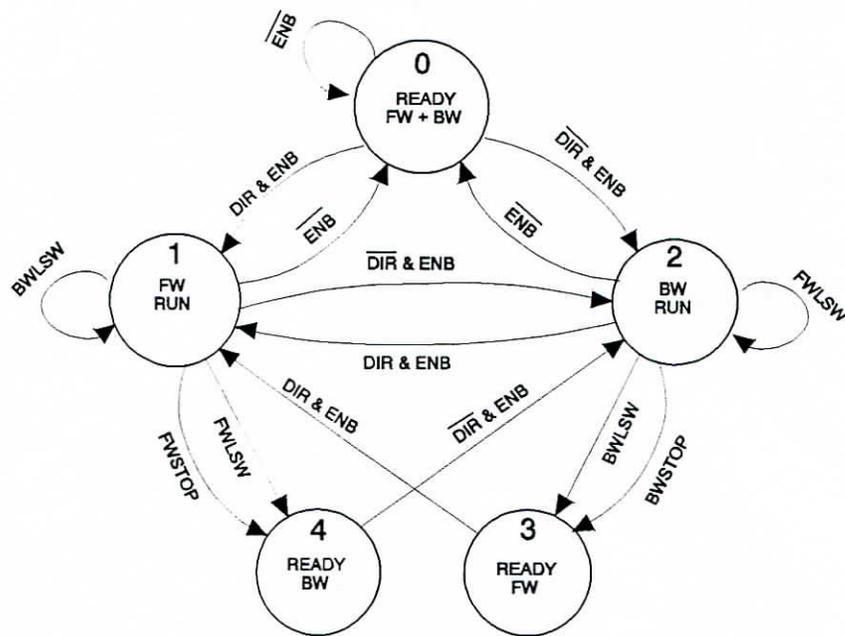
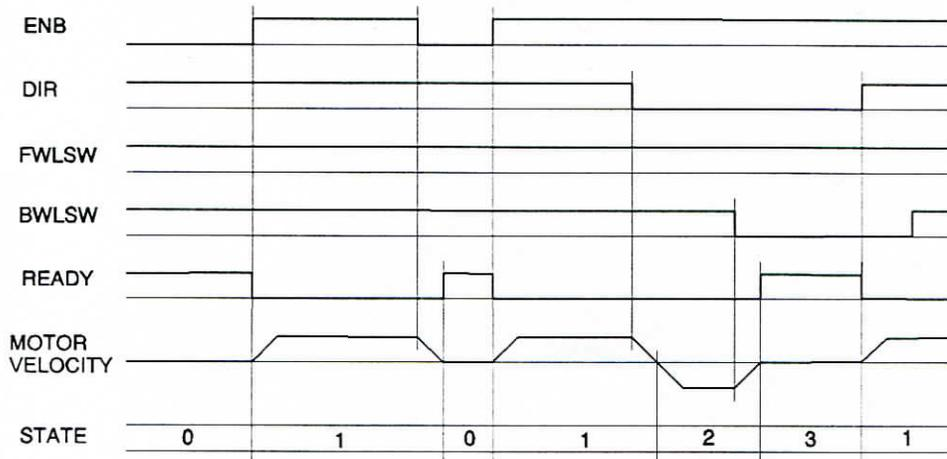
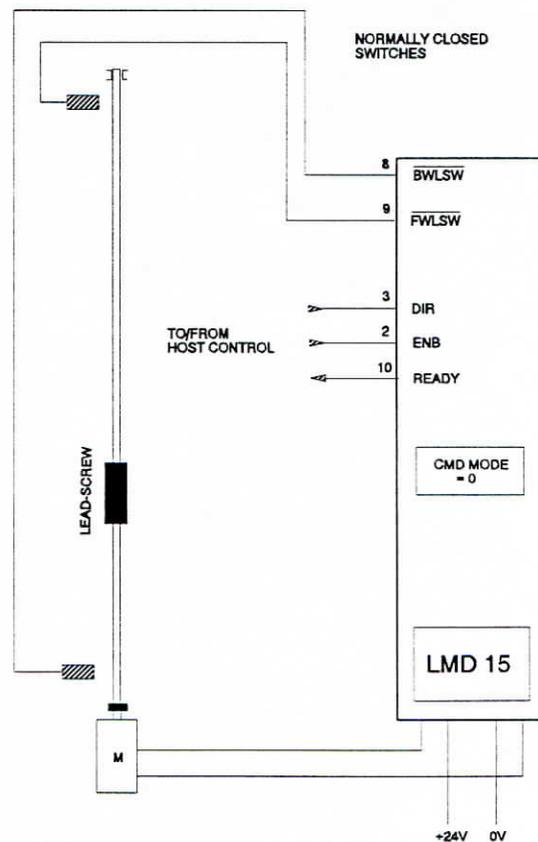
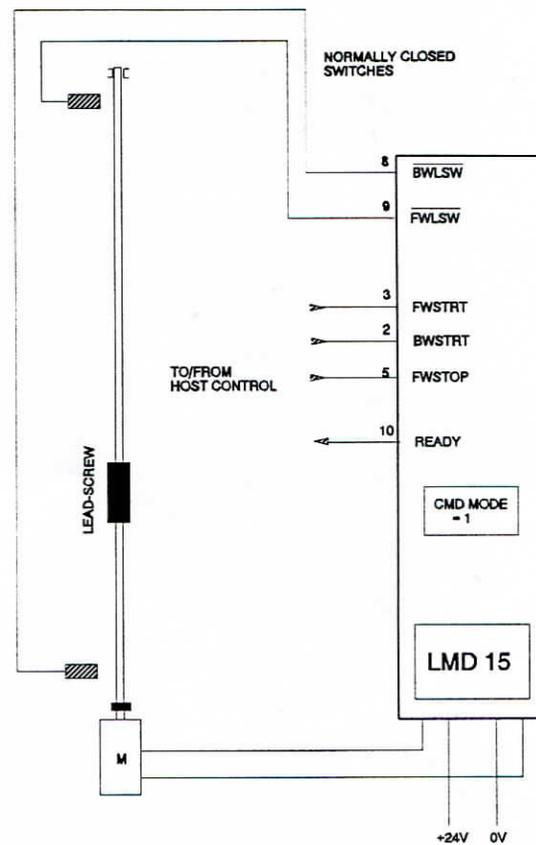

Figure 2:
Figure 4: Exemple de vérin, Séquence des signaux en mode 0
Figure 7: Exemple 5.1. en mode de commande 0
Figure 8: Exemple 5.1. en mode de commande 1
Les signaux disponibles sur le connecteur sont définis par la table 3.1. Pour bien comprendre les possibilités de commande et la fonction des entrées, il est utile d'utiliser un modèle conceptuel: l'unité peut résider dans l'un de ses 5 états et les entrées permettent le changement d'état (automate séquentiel). Les états sont représentés par des cercles dans les figures 2 et 3, l'action des entrées par des flèches.
- **Mode 0:** Le commutateur 6 "CMD OPT" est ouvert (à droite), la broche 2 du connecteur est appelée **ENB** (ENable = Permission), la broche 3 est appelée **DIR** (DIRection), l'action des entrées est donnée par la figure 2.
Le point d'exclamation (!) indique un signal actif bas. Dans les figures 2 et 3, l'inversion logique est indiquée par le surlignage du symbole.
Pour illustrer les deux modes de commande, montrons le contrôle d'un vérin à vis entraîné par un moteur DC et muni de contacts de fin-de-course à chaque extrémité. Les figures 4 et 5 donnent une séquence de travail représentative en mode 0 et 1 respectivement. Il est instructif de suivre le déroulement des séquences sur les diagrammes de transition, figures 2 et 3.
On remarquera, en examinant la figure 2 qu'en mode de commande 0, les entrées FWSTOP et BWSTOP ont la même fonction que les entrées de fin-de-course FWLSW et BWLSW. Dans le mode 0 les deux paires peuvent être employées pour limiter la course, même simultanément. Le fait que la paire F/BWSTOP soit active haut et que la paire F/BWLSW soit active bas donne un degré de liberté supplémentaire.
Les entrées FWSLOW et BWSLOW, non mentionnées dans les figures 2 et 3, commandent le mode vitesse réduite. Si ces entrées sont basses, le moteur reçoit, à travers le pont, la tension totale de l'alimentation. En marche avant, si FWSLOW est haut, le pont est commandé en modulation de largeur afin de réduire la vitesse du moteur. BWSLOW agit de même en marche arrière. La commutation des signaux F/BWSLOW peut intervenir en tout temps et les transitions entre la haute et la basse vitesse suivent la rampe présélectionnée.
Pour utiliser une butée comme fin de course, il faut régler la limite de courant à une valeur acceptable par la mécanique. La détection d'un courant dépassant la limite pendant les états 1 (FW RUN) ou 2 (BW RUN) conduit respectivement aux états 4 et 3, voir figures 2, 3. La limite de courant réglée ne doit toutefois pas être atteinte pendant les accélérations ou pendant la marche. On sera souvent conduit à choisir une rampe plus douce afin de réduire le courant d'accélération.
Les deux schémas, figures 7 et 8, correspondent aux séquences de contrôle des figures 4 et 5 respectivement. La figure 7 utilise le LDM 15 en mode de commande 0, la figure 8 utilise le mode 1. En mode 0, il suffit de 2 sorties de l'automate programmable; en mode 1, 3 sorties sont nécessaires. Dans les deux cas, le signal READY est retourné à l'automate programmable comme quittance.